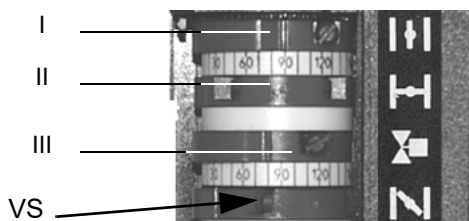

Рис. 10
- 10 фигуракогда появится пламя, нажать на секунду кнопку **P1** на печатной плате (Рис. 10), с целью наполнения трубки второй форсунки;